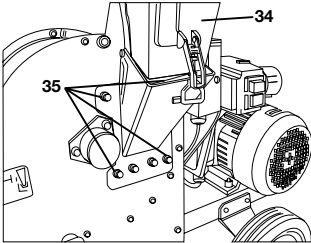

Bild 28
- Seitlichen Trichter (34) durch Lösen der 4 äußeren Sechskantmutter (35) (SW 13) entfernen (siehe „Bild 28“).